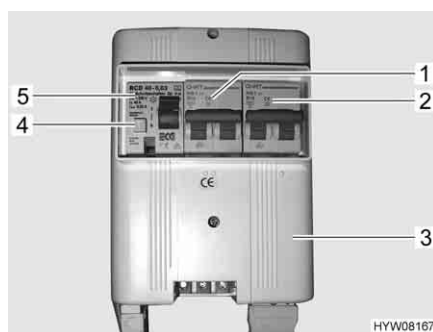

Fig. 125 Scatola dei fusibili a 230 V con interruttore di sicurezza e interruttore automatico FI
Un interruttore di sicurezza per correnti di guasto (interruttore automatico FI) (Fig. 125,5) nella scatola dei fusibili (Fig. 125,3) protegge l'intero veicolo da correnti di guasto (0,03 A).
L'interruttore di sicurezza collegato in serie (10 A) (Fig. 125,1) protegge le prese da 230 V, la centralina elettrica, il caricabatteria supplementare e il frigorifero.
Per veicoli con accessori opzionali, p. es. il riscaldamento ad aria calda con riscaldatore elettrico a immersione o l'impianto di climatizzazione a tetto, un ulteriore interruttore di sicurezza (16 A) (Fig. 125,2) protegge l'apparecchio.
- Se il veicolo è collegato all'alimentazione a 230 V, premere il tasto di controllo (Fig. 125,4). L'interruttore di sicurezza per correnti di guasto (FI) deve scattare.